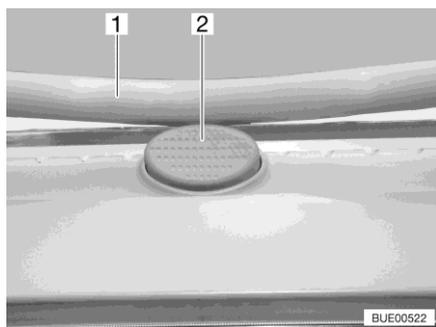

Fig. 94 Bottone di sicurezza (oblò Heki)
- Premere il bottone di sicurezza (Fig. 94,2) e tirare verso il basso la staffa (Fig. 94,1) con entrambe le mani.
- Premere la staffa verso l'alto con ambedue le mani, finché la staffa non poggia al di sopra del bottone di sicurezza (Fig. 94,2).